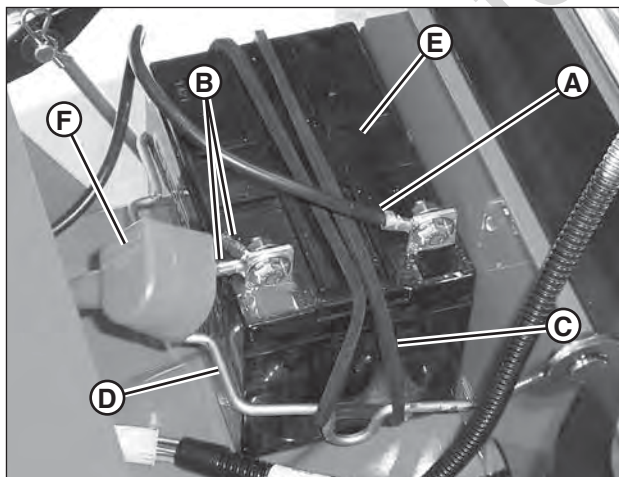

Figure 33: Batterie (de type à régulation par soupape)
2. Déconnecter le câble NOIR (négatif) (A, Figure 33) de la borne négative de la batterie. Mettre de côté la visserie de fixation.
2. Placer la batterie (E, Figure 33) dans le compartiment batterie en l'orientant dans le fil métallique (D) comme cela est illustré.
3. Attacher la batterie à l'aide de la sangle de batterie (C) en accrochant l'extrémité lâche sur le fil métallique.
4. Connecter les câbles ROUGES (+) (B) à la borne positive (+) de la batterie à l'aide de la visserie mise de côté.
5. Connecter le câble NOIR (-) (A) à la borne négative (-) de la batterie à l'aide de la visserie mise de côté.